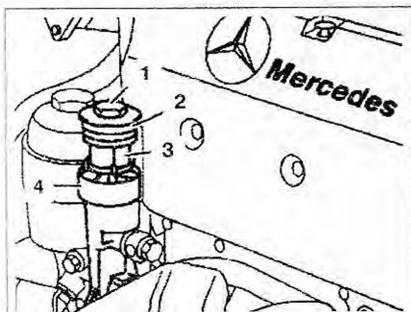

Рис. 1.11. Очистка фильтрующего элемента топливного предфильтра:
3. Открутите крышку 1 и извлеките корпус 4 предфильтра вместе с фильтрующим элементом 3 (рис. 1.11). Замените фильтрующий элемент, если он поврежден или сильно засорен.